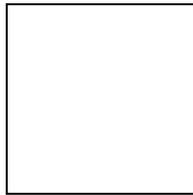

Figura. 3.7. Proceso de llenado del electrolito.
- Mantenga el nivel de electrolito en los límites adecuados (adicione solamente agua destilada cuando sea necesario para reponer las pérdidas ocasionadas durante el gaseo). Se recomienda, en la práctica, que siempre el electrolito cubra totalmente las placas, entre 10 y 12 mm por encima del borde superior (Figura. 3.7). En caso de que la caja exterior de la batería de acumulación sea transparente y posea límites de nivel del electrolito, este se situará entre los límites máximo y mínimo marcados por el fabricante.